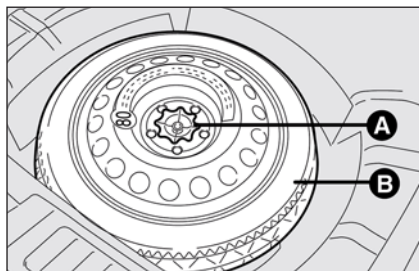

fig. 12
- ranger la roue compacte de secours **B-fig. 12** dans son logement dans le coffre à bagages et le fixer en vissant le dispositif de blocage **A-fig. 12**.